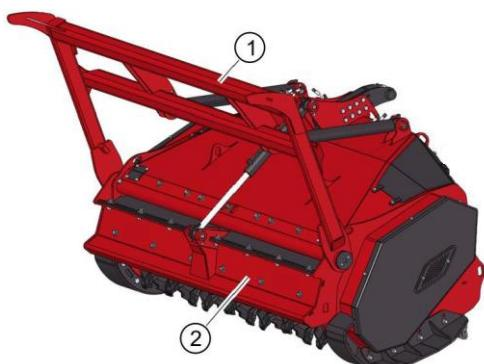

Рис. 16. Мульчирующая фреза с гидравлическим устройством прижима (опция)
Опциональное устройство прижима (1) (Рис. 16) поддерживает работу при сдвигающем движении. Опция доступна в виде жестко закрепленной или качающейся с помощью гидропривода системы. Жесткая версия отталкивает стоящие насаждения от машины. Гидравлическая версия может дополнительно прижимать к земле и прессовать кустарники и древесную растительность. С помощью опциональных, прикручиваемых зубцов устройство может перемещать лежащие насаждения в необходимое рабочее место.